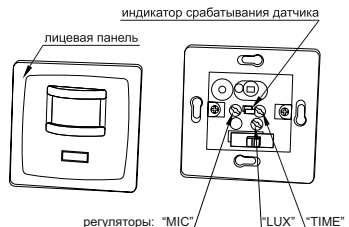

Рисунок 4 – Конструкция датчика движения ДД 035
- снять лицевую панель с основания датчика, поддев её отверткой с прямым шлицем (рисунок 4);
Регуляторы «LUX», «TIME», «MIC» находятся под лицевой панелью датчика (рисунок 4). Регулировка осуществляется с помощью отвертки с прямым шлицем.